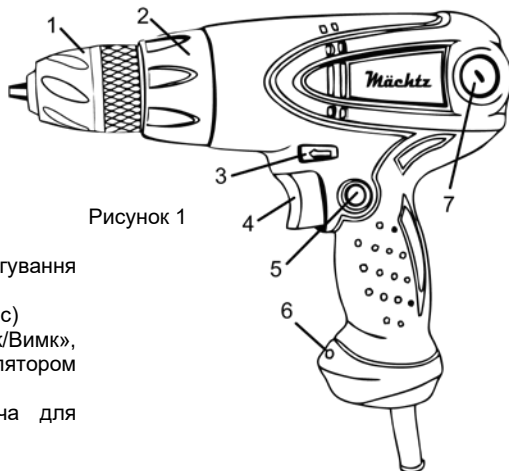

Рисунок 1
4.1 Встановіть необхідний крутий момент за допомогою кільця регулятора моменту затягування (2) (див. рисунок 1).